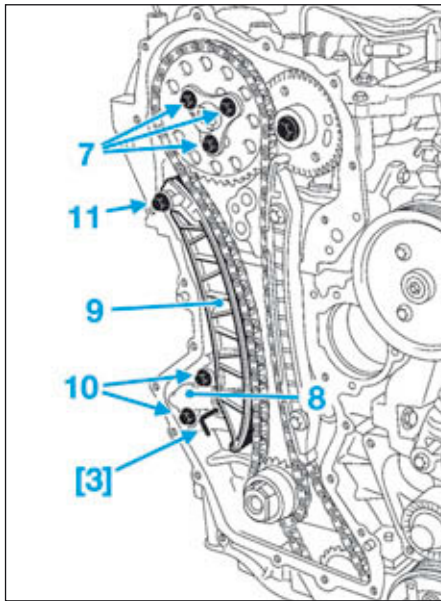

FIG.93
- Desserrer les trois vis (7) (Fig.93) du pignon de distribution (monté sur l'arbre à cames d'échappement).
- Comprimer le piston du tendeur hydraulique (8) avec le guide tendeur de chaîne de distribution (9).
- Verrouiller le piston du tendeur hydraulique (8) en position «comprimée» avec une goupille de verrouillage ou une clé six pans [3] de diamètre 3 mm.
- les vis inférieures (10) du tendeur hydraulique.
- le piston du tendeur hydraulique (8) de distribution.
- la vis supérieure (11) du guide tendeur de chaîne.
- le guide tendeur de chaîne (9) de distribution.